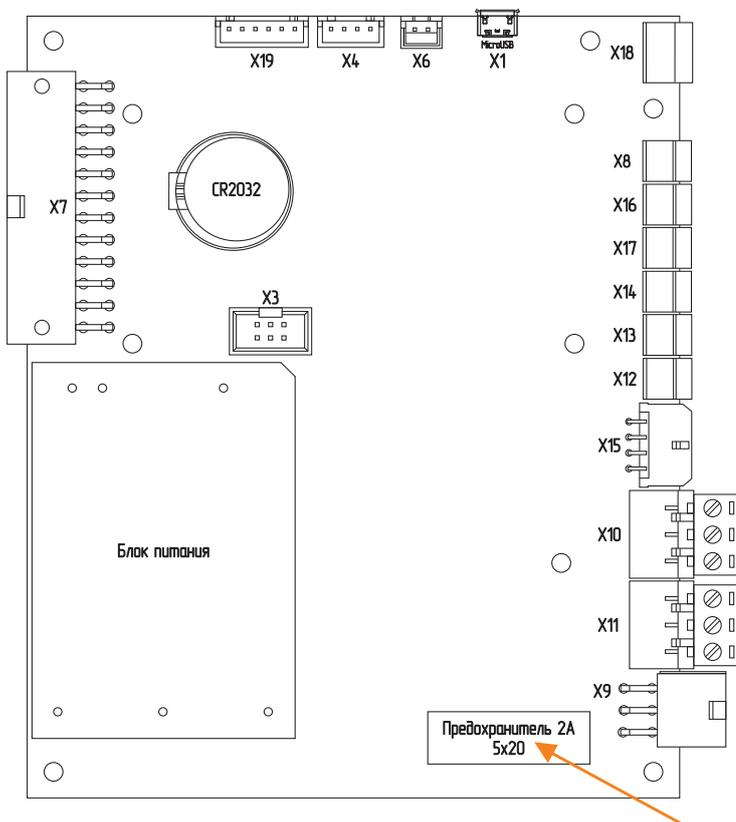

Рис.16 Плата контроллера
3. Замените предохранитель **Рис.16** (запасной предохранитель в базовой комплектации котла).